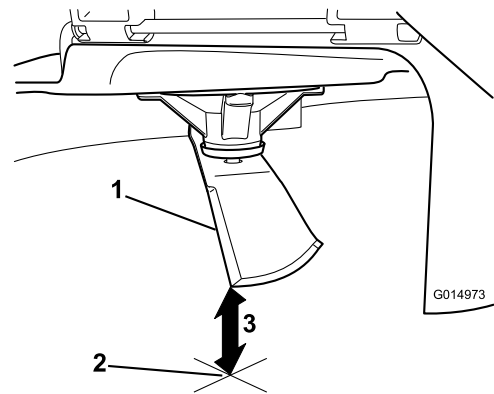

Figura 74
- Mida desde la punta de la cuchilla hasta la superficie plana (Figura 74).